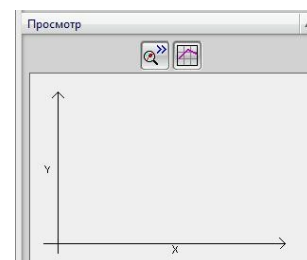
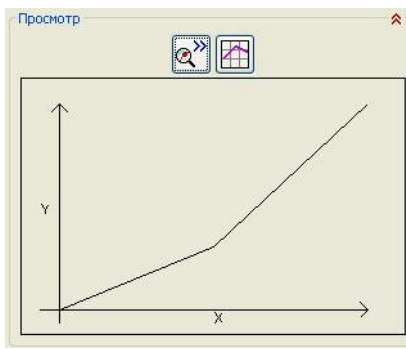

рис.89
Рис.90
- Откроется поле рис.89. В этом поле две пиктограммы.
- Нажмите на левую пиктограмму, и прямо в окне рис.89 появится маленький график как на рис.90, 91, 93.